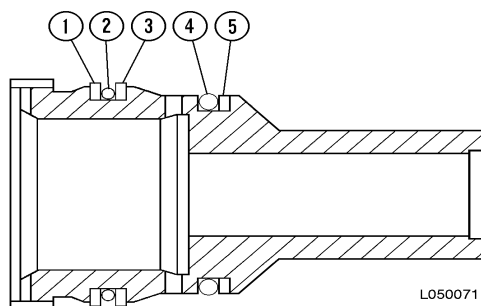

FIGURA 6-14. UBICACIÓN DE LA JUNTA TÓRICA EN LA CAMISA DEL PISTÓN
30. Instale el anillo de respaldo (1, Figura 6-14), la junta tórica (2) y el anillo de respaldo (3) en la ranura de más atrás en la camisa del pistón. Monte la junta tórica (4) y el anillo de respaldo (5) en la ranura que queda.
42. Limpie la tapa (4) y asegúrese que la ranura esté limpia y libre de cualquier defecto.
43. Lubrique levemente los sellos nuevos (5) con aceite hidráulico limpio e instale el sello en la tapa del extremo. Consulte la Figura 6-14 para ver la correcta orientación del sello. NO use ninguna herramienta para instalar el sello. Se puede dañar el sello y resultar en filtración de aceite.